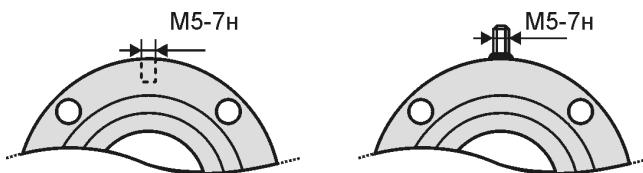

Рисунок 2.2 Доработка фланцев
2.3.3.2 Для подключения защитных токопроводов из комплекта поставки расходомера в ответных фланцах необходимо выполнить отверстия под винт M5 или приварить винт M5 (рис. 2.2).